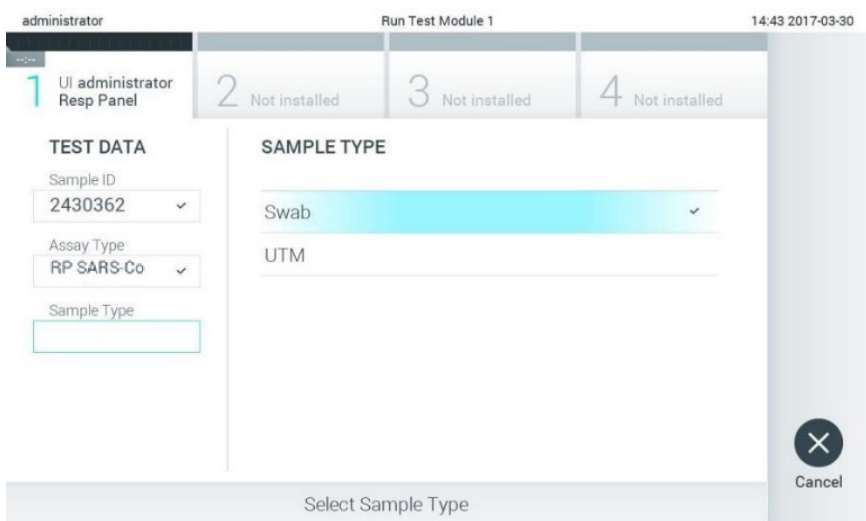

Figura 13. Selecionando o tipo de amostra.
8. Selecione o tipo de amostra apropriado a partir da lista (Figura 13).